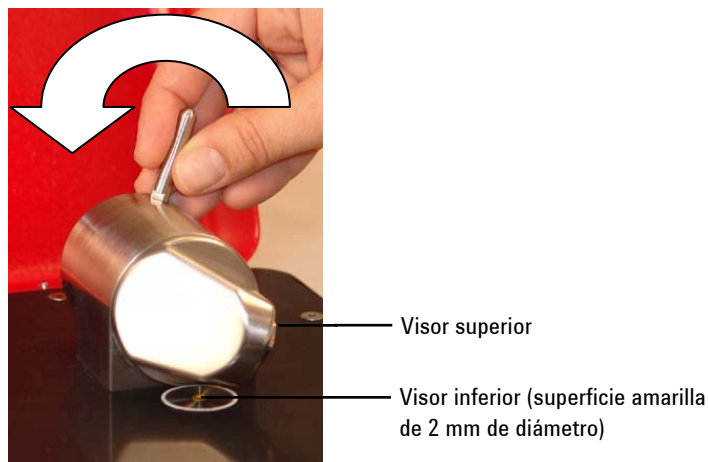

Figura 3. TumbIIR con el visor del accesorio hacia arriba
En el modo limpieza y carga de la muestra, el TumbIIR se gira de forma tal que el visor del accesorio apunte hacia arriba (consulte la Figura 3). Es en esta posición, se puede acceder fácilmente al área de montaje de la muestra para cargarla en su lugar y limpiar las superficies de muestreo antes de analizar la siguiente muestra.
- 2 Limpie el visor superior primero y luego limpie el visor de montaje inferior, como se indica en la Figura 3.
- 1 Abra el dispositivo de muestreo (TumblIR); para ello gire el brazo hacia la izquierda (consulte la Figura 3).
- 2 Limpie el visor superior primero y luego limpie el visor inferior, como se indica en la Figura 3.